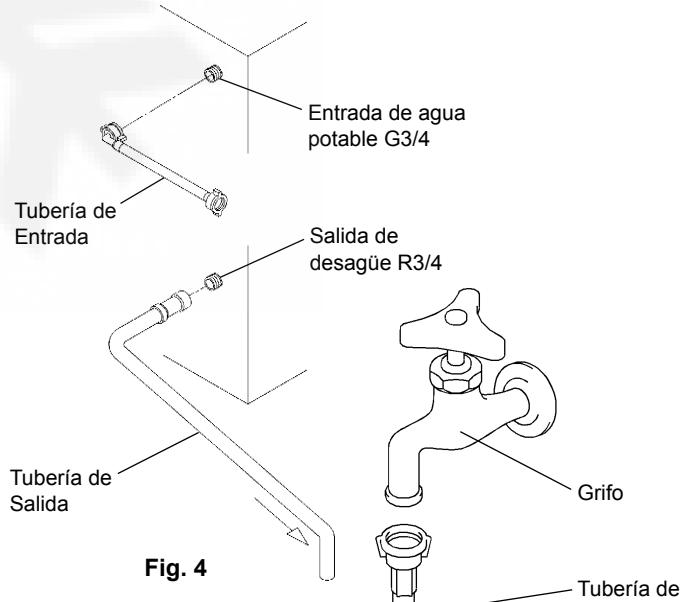

Fig. 4
- 1) Instalar un extremo en codo de tubería de entrada flexible blanca (accesorio) en el accesorio G3/4 de la parte trasera del productor de hielo, como se indica en la fig. 4, y asegurarse de que la arandela de junta de goma esté correctamente colocada. Apretar con la mano lo suficiente para obtener una unión estanca.
- 3) Apretar con la mano la tubería de salida flexible gris (accesorio) en el accesorio R3/4 de la parte trasera del productor, como se indica en la fig. 4, y asegurarse de que la arandela de goma esté correctamente colocada para obtener una unión estanca. Podrá cortarse la tubería según sea necesario para adecuarla a la posición del desagüe principal.